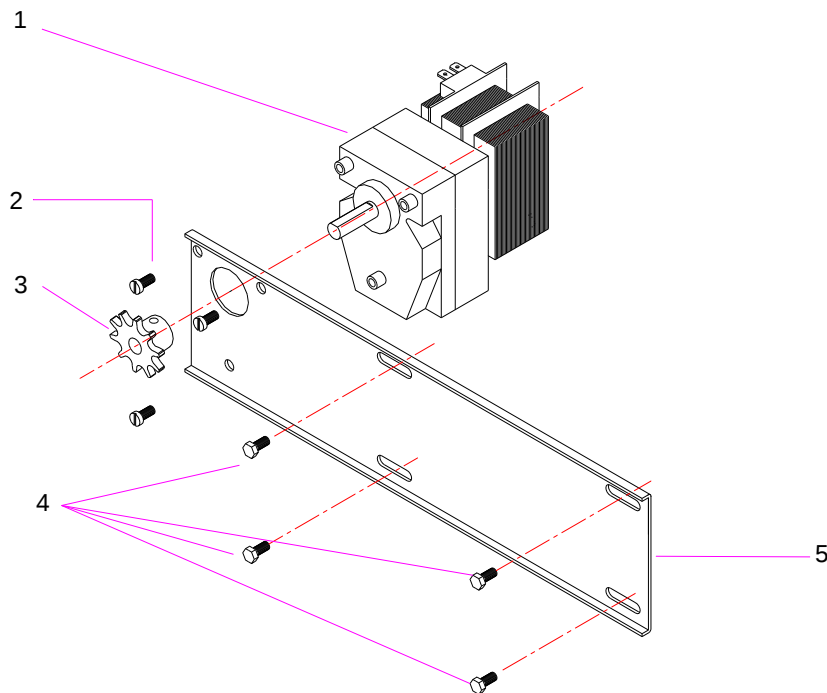

Fig.10
- Dévisser les vis (4) Fig 10, pour retirer la chaîne qui unit le pignon (3) à l'axe de la première broche.
- Avec la chaîne retirée ôter les vis (4) pour retirer le support de moteur (5) près du moteur réducteur.
- Dévisser la vis qui fixe le pignon (3) à l'axe du moteur réducteur pour l'enlever de l'axe, dévisser les vis (2) pour démonter le moteur réducteur du support.